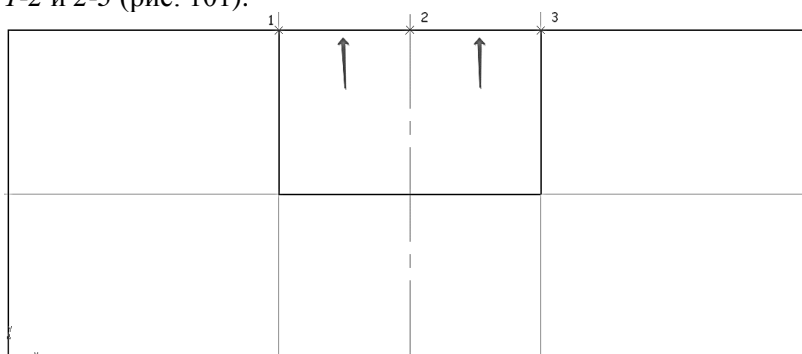

Рис. 101. Удаление частей элемента
5.4 Нажмите кнопку **Усечь кривую**  на панели **Редактирование** . Укажите участки между точками 1-2 и 2-3 (рис. 101).